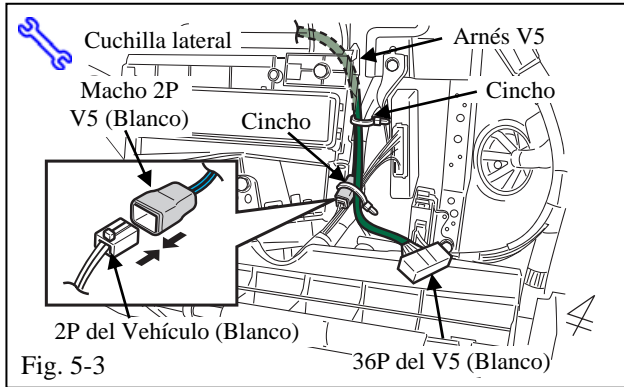

Fig. 5-3
- (d) Localice el Conector pre-cableado Hembra 2P Blanco del Vehículo en el lado derecho del Motor del Extractor. (Fig. 5-3)
- (e) Enchufe el Conector pre-cableado Hembra 2P Blanco del vehículo al Conector Macho 2P Blanco del Arnés V5. (Fig. 5-3)
- (f) Sujete el Arnés V5 y el Conector 2P al Arnés del Vehículo con 2 Cinchos.(Fig. 5-3)